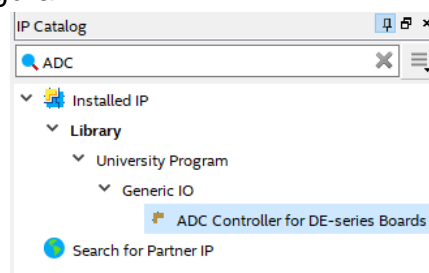

Figura 14. Ventana IP Catalog.
14. En el buscador de la ventana **IP Catalog** escriba “ADC”, y seleccione haciendo doble clic en “**ADC Controller for DE-series Boards**”, como se visualiza en la Figura 14.